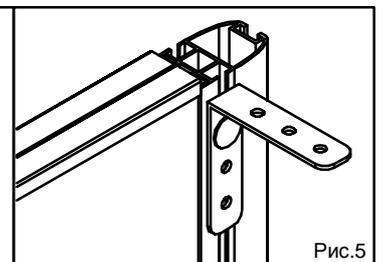

Рис.5
- 3.2. Вставить фиксатор этой сборки в боковой паз модуля (рис. 5), поднять (опустить) уголок до уровня столешницы (верхняя плоскость уголка на уровне нижней плоскости столешницы).